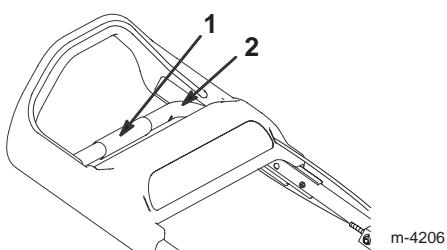

Figure 5
2. Déposez le couvercle de la poignée sur la barre de la partie supérieure du mancheron (Fig. 5).